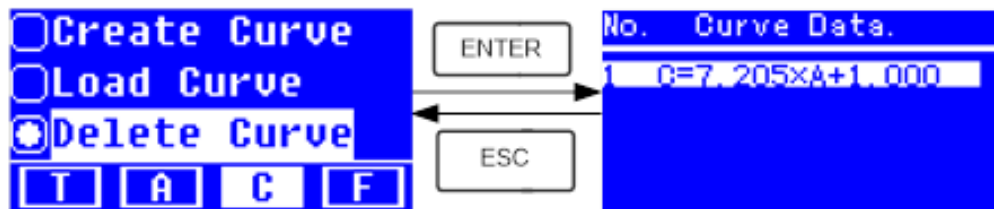

Figura 18
- Para eliminar una curva, mueva el cursor a “Eliminar Curva” (“Delete Curve”) y presione **ENTER** para confirmar. Luego el sistema irá a la interfaz de selección de ecuación de la curva (figura 18).